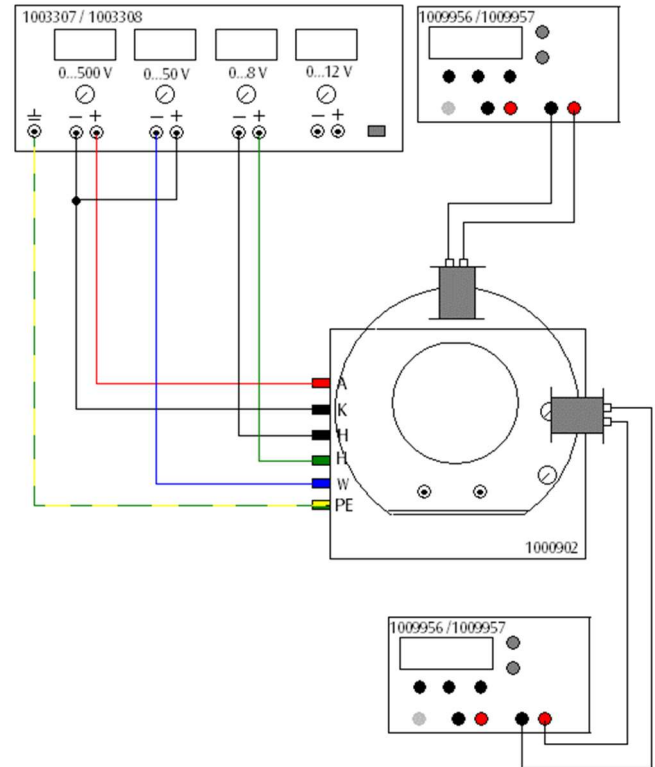

Fig. 4: Positionnement et circuiterie des bobines.
- Fixez une bobine à l'anneau métallique (Fig. 4), de façon à l'orienter vers l'intérieur dans un axe horizontal.
- Reliez les entrées de la bobine (vert, jaune) au générateur de fonctions qui est réglé à une tension sinusoïdale de 50 Hz (Fig. 4). Sélectionnez l'amplitude de manière à ce que le trait apparaissant à l'écran soit à peu près deux fois moins long que le diamètre de l'écran.
- Allumez le bloc d'alimentation AC/DC et réglez la tension alternative (AC) de manière à obtenir une ellipse.